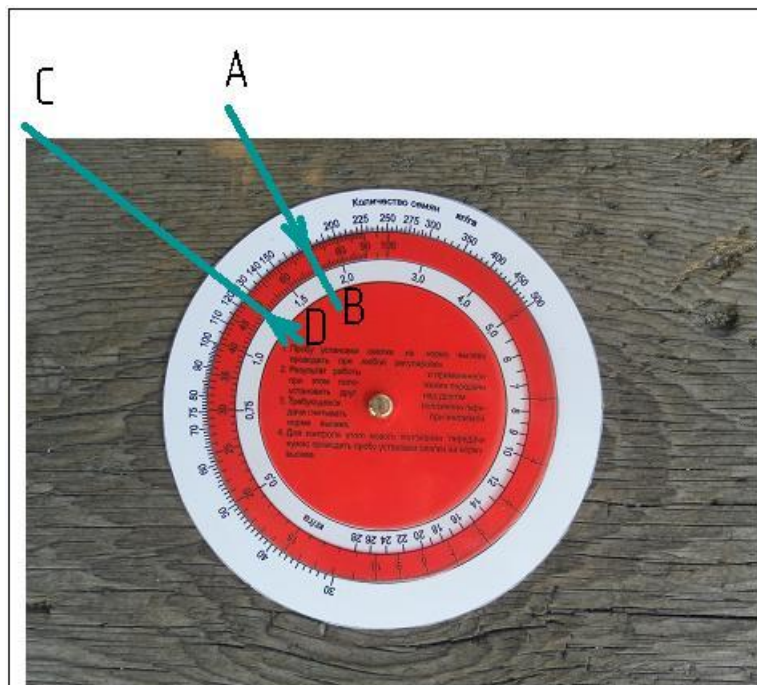

Рис.67
- вычисленная норма высева 175 кг/га (Рис. 67/А)
- положение редуктора 70 (Рис. 67/В)
6.8.2. Найдите положение редуктора для требуемой нормы высева 125 кг/га (Рис. 67/С) на счётном диске.
Положение редуктора 50 (Рис. 67/Д).